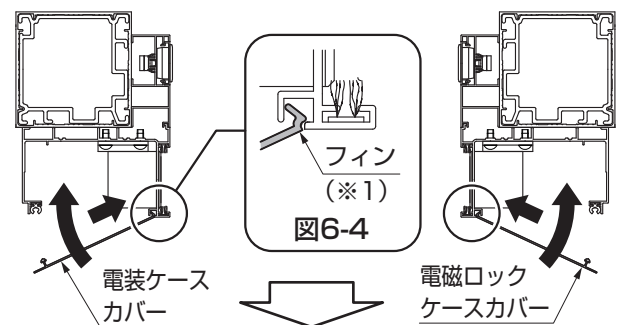

図6-4
- ②ケースカバーのフィン(※1)をケースの溝にはめて取付けてください。(図6-4参照)